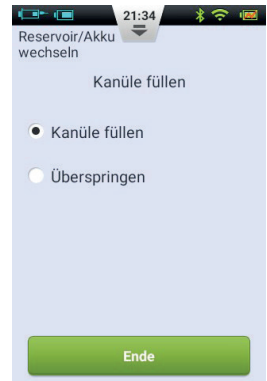

Abbildung 87
5. Wählen Sie nun, ob die Kanüle gefüllt werden soll oder nicht (Abbildung 87). Nach Fertigstellung beginnt die Pumpe Insulin abzugeben.